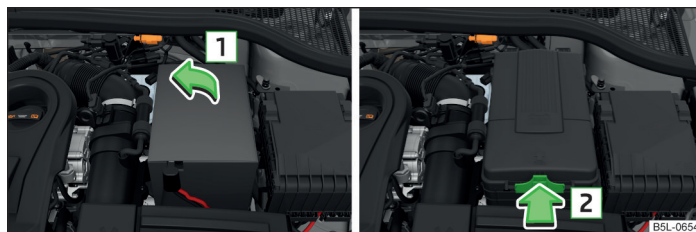

Fig. 163 Vano motor: Cubierta de poliéster de la batería del vehículo/cubierta de plástico de la batería del vehículo
La batería se encuentra en el vano motor en una cubierta de poliéster o una cubierta de plástico, respectivamente » fig. 163.
- » Abra la cubierta de la batería en la dirección de la flecha **1** o presione el enclavamiento en el lado de la cubierta de la batería en la dirección de la flecha **2** » fig. 163, levante la cubierta y retírela.